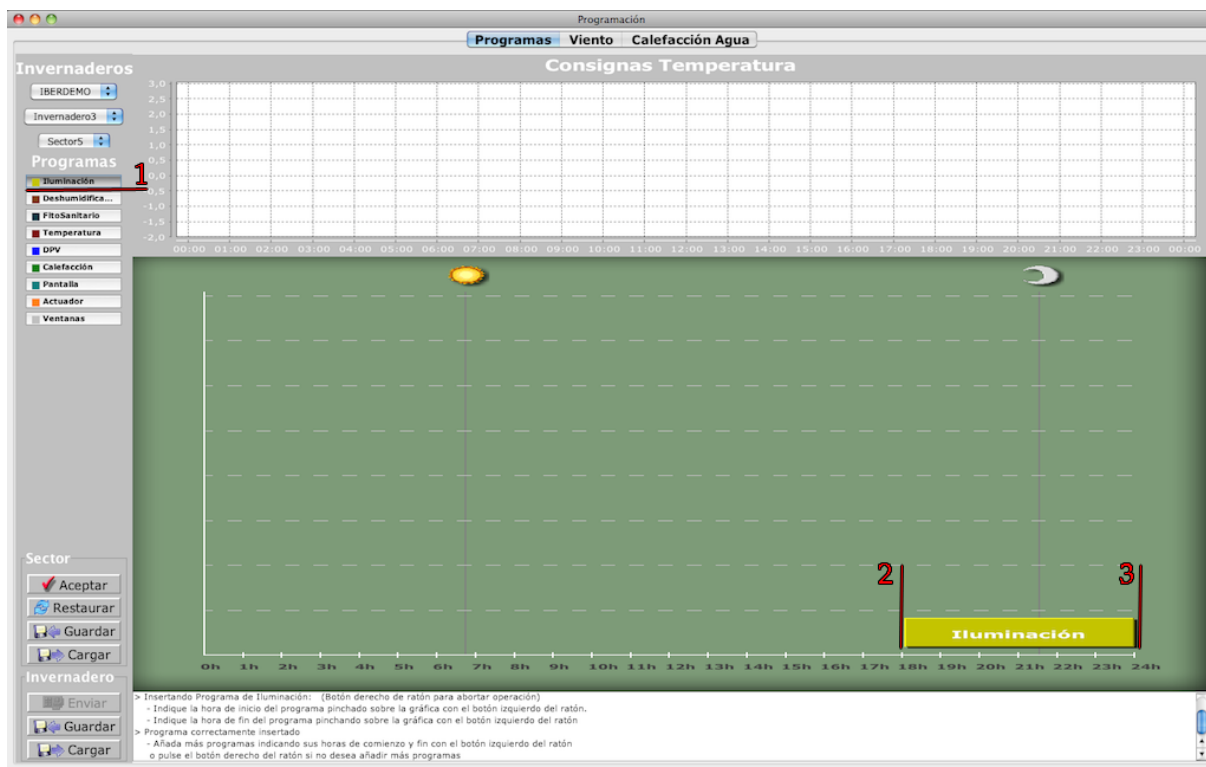

Figura 4.3: Añadir un programa.
Programas (2). En esta sección se muestra una serie de botones que permiten añadir programas al sector seleccionado. Para añadir un programa, deben seguirse los siguientes pasos (ilustrados en la figura 4.3 en la página siguiente):
- *Insertar programas*, mediante el procedimiento mostrado en la figura 4.3 en la página anterior. Al añadir un programa nuevo, éste se crea con unos parámetros por defecto que pueden ser modificados por el usuario si así lo desea.